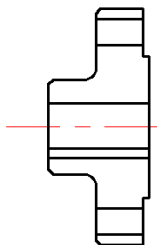

图 8-44 倒角
(18) 倒角。单击“倒角”按钮 ，在图形中创建如图 8-44 所示的几处倒角，这些倒角的尺寸均为 $2 \times 45^\circ$ 。